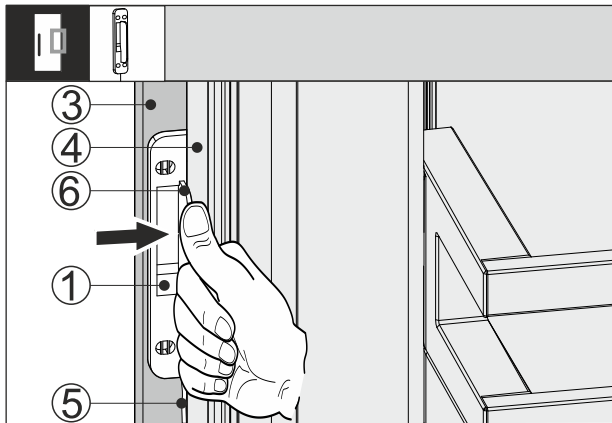

Fig. 66
- ▶ Shtyni sensorin e trokitjes Fig. 66 (1) midis kanatit të mobilies Fig. 66 (3) dhe derës së pajisjes Fig. 66 (4) në mënyrë të tillë që kabllloja Fig. 66 (5) të jetë paksa e tendosur. Ndaluesi Fig. 66 (6) i sensorit të trokitjes mbështetet në derën e pajisjes Fig. 66 (4).
- ▶ Ngjishni sensorin e trokitjes Fig. 66 (1) në kanatin e mobilies Fig. 66 (3).
- ▷ Sensori i trokitjes Fig. 66 (1) do të ngjitet. Ngjitja e sensorit të trokitjes përmirëson transmetimin e sinjalit të trokitjes.
- Fiksimi i përhershëm i sensorit të trokitjes Fig. 66 (1) rrit jetëgjatësinë.
- ▶ Mbërtheni sensorin e trokitjes Fig. 66 (1) në kanatin e mobilies Fig. 66 (3) me vidat e ofruara.